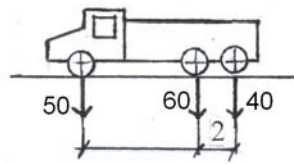

Рис. 2
8. Установить невыгодное нагружение линий влияния изгибающих моментов нагрузкой, показанной на рис.2 (нагрузки в кН, размеры в м).